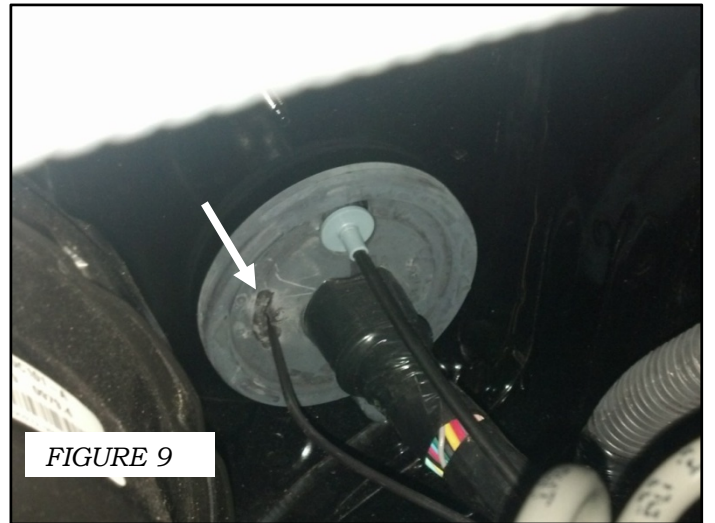

FIGURE 9
3. ROUTE THE RED IGNITION WIRE FROM THE CONTROL MODULE TO THE GROMMET ON THE RIGHT SIDE OF THE FIREWALL. CUT HOLE TO ROUTE THE RED WIRE THROUGH THE GROMMET. SECURE THE IGNITION WIRE TO THE FACTORY WIRE LOOM WHERE POSSIBLE. FIGURE 9